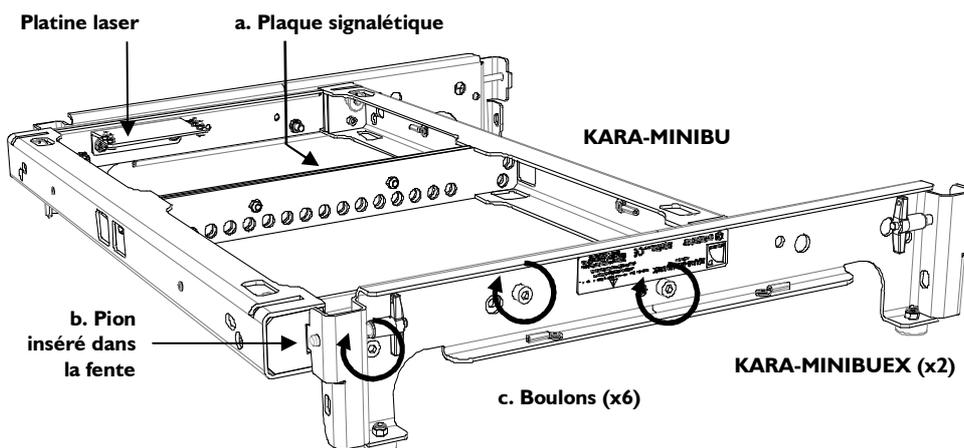

Figure 35 : Assemblage de la plateforme de posage KARA-MINIBU/KARA-MINIBUEX
- c. Visser 3 boulons dans les 3 logements montrés en Figure 35 (embout BTR 6 mm, clé 13 mm, 7 N.m/63 in.lb_f).